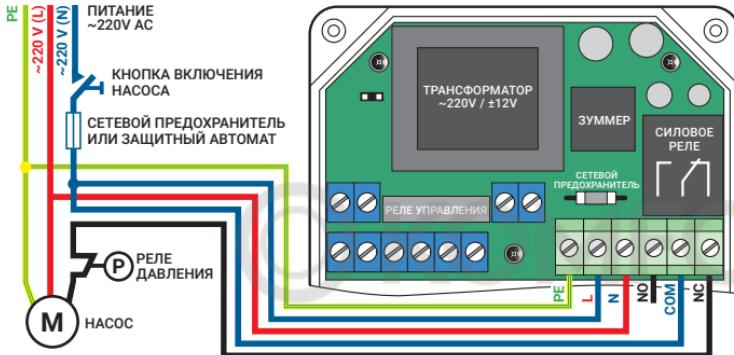

Рис. 8. Схема подключения скважинного насоса в системе водоснабжения загородного дома
— функция «автопроворот» отключена. Это дает возможность использовать блок управления, например, совместно с рабочей скважинного насоса, где автопроворот не нужен (рис. 8);
6.6. Рис. 8. Схема подключения к блоку управления скважного насоса в системе водоснабжения загородного дома.